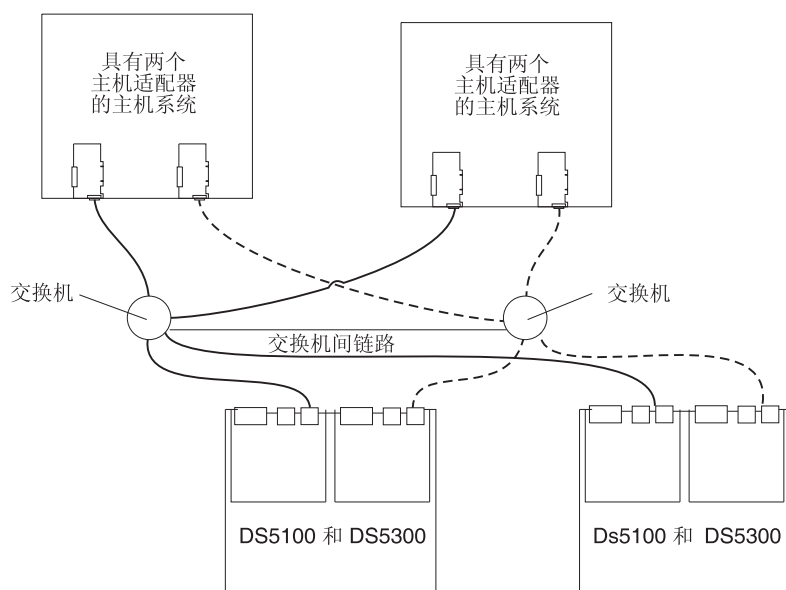

图 92. 单 SAN 光纤网环境中两个存储子系统的示例
- 连接了其他 DS5100 或 DS5300 的双 SAN 光纤网配置，如第 133 页的图 92 中所示
在图 92 中，光纤通道交换机连接在一起。